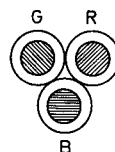

Fig. 1
2. Bei korrekter Einstellung der Farbreinheit soll die Landung der Elektronen in der Bildschirmmitte symmetrisch auf den 3 Leuchtstoffpunkten eines Farbtupels stattfinden (Fig. 1 oder 1 a).
Fig. 1 a
Abweichungen von der exakten Landung werden durch Drehen der Farbreinheitsmagnete behoben. Die Landung muß symmetrisch zum Farbtripelmittelpunkt eingestellt werden (Fig. 1 oder 1 a).